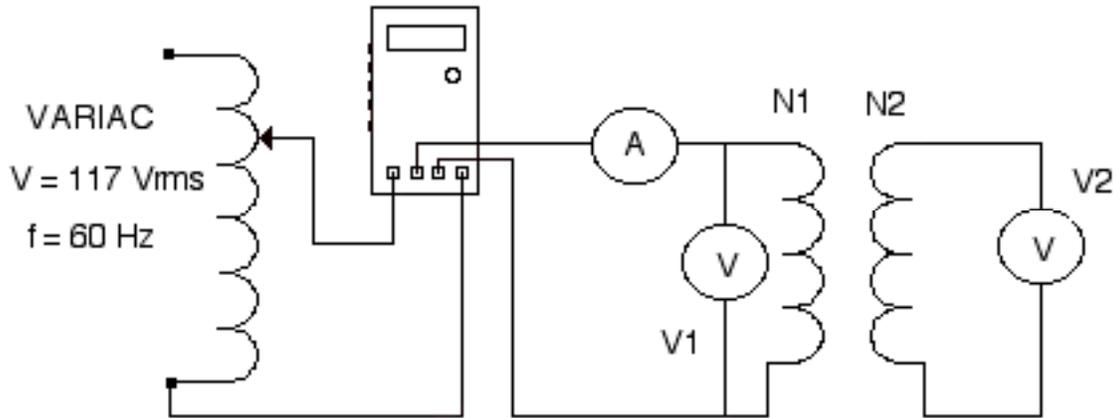

Figura 8.5.
24.- Para realizar las pruebas de vacío del transformador, monte el circuito de la figura 8.5.